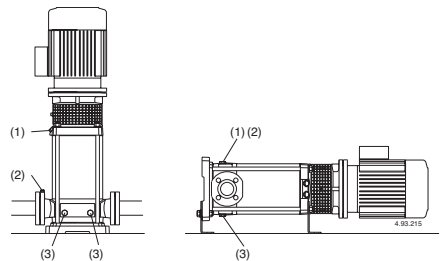

Fig. 4 (1) Fyllning samt luftskruv
För att förlänga livslängden skall pumpen som vid pumpning av förorenade vätskor köras med en ren vätska efteråt för att avlägsna partiklar eller, efter dränering genomförs rengöring genom att rent vatten (minst 40 liter) hälls in genom fyllnadspluggen (1) på trycksidan tills det kommer ut genom dräneringshålet (3) på sugsidan (**fig. 4**).
Före demontering skall alla ventiler stängas samt pumpen avtappas helt på vätska (fig. 4).